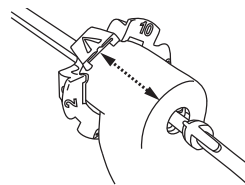

Figura 2 – Alinhamento do aplicador na sonda
3. Introduza o aplicador no dispositivo de biópsia. Faça avançar o aplicador para alinhar o indicador amarelo de referência (C) com a seta branca na roda serrilhada da sonda de biópsia. Consulte a Figura 2.
4. Encaixe completamente o aplicador na sonda de biópsia. Verifique o correcto alinhamento da abertura do aplicador com a câmara de biópsia assegurando o alinhamento devido do indicador amarelo de referência (C) com a seta branca na roda serrilhada da sonda de biópsia (Figura 2).
5. Aplique imediatamente todos os grânulos, fazendo avançar o êmbolo 0.03 inolo (A).